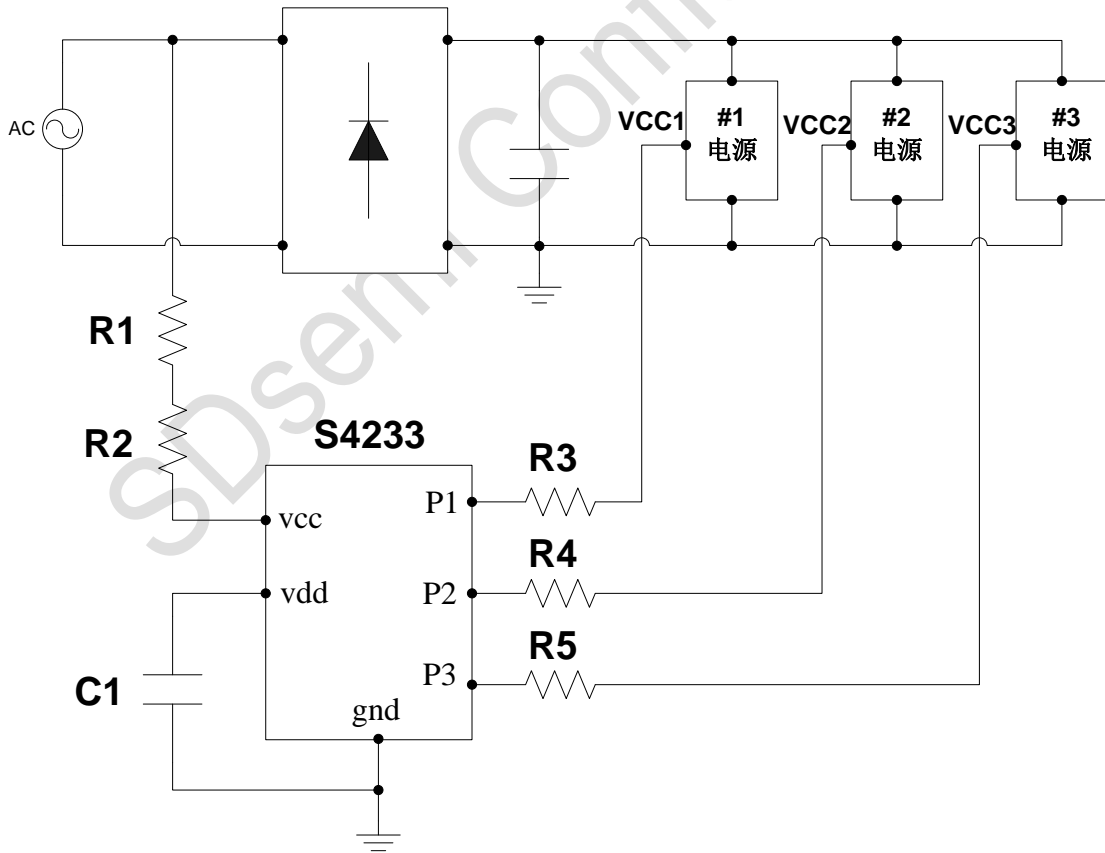

图1 S4233/R 典型应用图
S4233/R 的供电脚 VCC 通过电阻 R1 和 R2 连接到 AC 的输入端中一极, S4233/R 的地线与恒流电源的地线相连, 如图 1 所示。由于考虑到最大的交流电压和电阻的耐压, 如果该供电电阻使用的是贴片电阻建议两个 1206 的贴片电阻串联。
2) 鉴于目前多电源开关调色温方案存在当 LED 铝基板感应漏电的情况时逻辑不正常的现象, **建议客户在设计时, 必须模拟 LED 铝基板漏电的情况, 并测试逻辑状态是否正常。** S4233/R 可以通过调节图 1 中的 R1 和 R2 值消除漏电造成逻辑不正常的问题, 对于该问题来说, R1 和 R2 值越大越好, 但是 R1 和 R2 的值越大时可能会造成芯片的供电不足, 特别是交流电压低的时候。建议图 1 的中 R1 和 R2 取 200K, 当需要在更低的交流输入的情况工作, 可以把 R1 和 R2 减小。
4) 由于 S4233/R 直接从 AC 的输入端取电, 考虑到耐压的问题, 如果使用贴片电阻最好使用两个 1206 封装的电阻串联, 如图 1 所示。S4233/R 的 VDD 电压只有 5.6V 左右, 所以对 VDD 电容耐压没有要求。
6) 在设计 S4233/R 的 PCB 板时, 遵循以下原则: ① vdd 旁路电容应尽量紧靠芯片 vdd 和 gnd 引脚; ② S4233/R 的地线单点接到输入电容的负极。